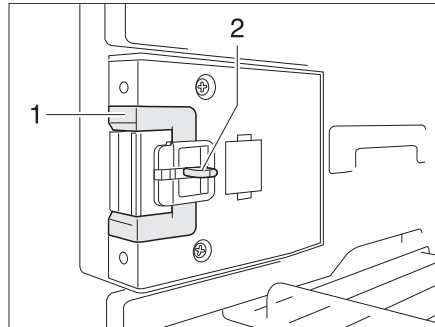
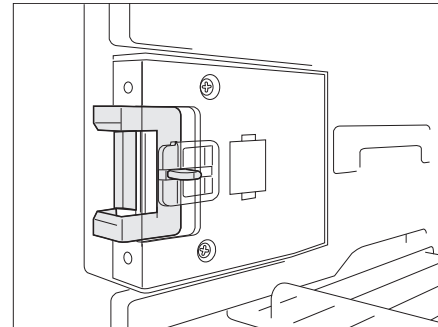

Fig. 250 Dispositif de fermeture en position normale
Fig. 251 Dispositif de fermeture en position de ventilation
- Presser le bouton de déverrouillage (Fig. 250,2).
- Pousser le dispositif de fermeture (Fig. 250,1) vers l'avant (Fig. 251).